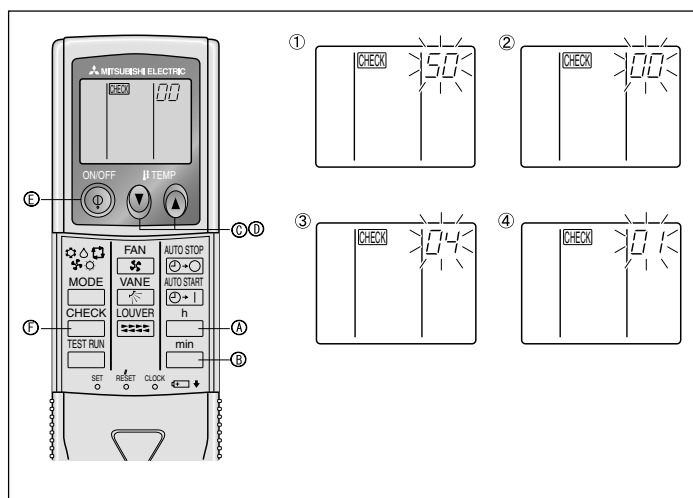

Fig. 6-10
2) Para controlador remoto inalámbrico (Fig. 6-10)